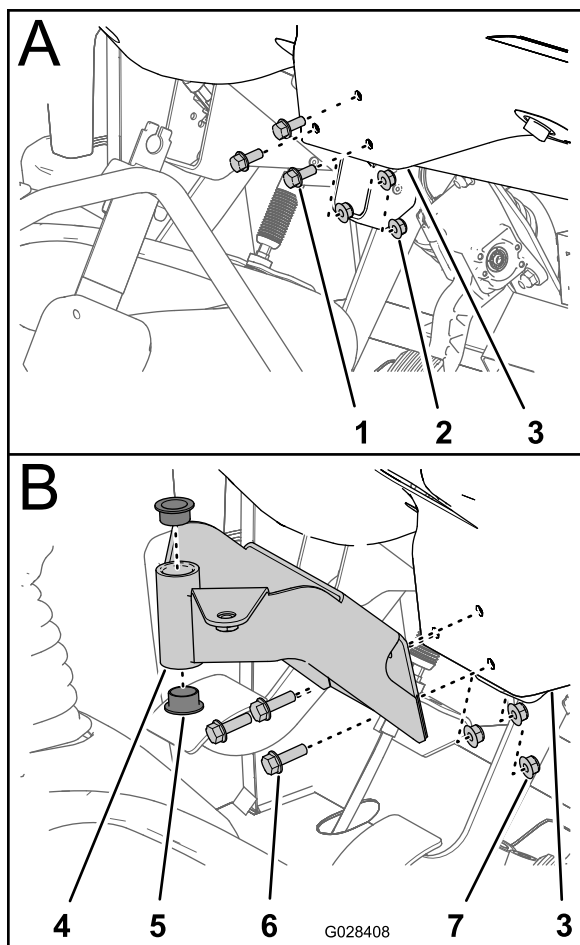

Bild 7
1. Entfernen Sie die drei Schrauben und drei Muttern, mit denen das Armaturenbrett unten in der Mitte an der Armaturenbrett-Stützhalterung befestigt ist (Bild 7).
2. Fluchten Sie die Löcher in der Befestigungshalterung für die Steuerkonsole mit den Löchern im Armaturenbrett und der Stützhalterung aus (Bild 7).
4. Ziehen Sie die Muttern und Schrauben bis auf (Bild 7) an.
5. Stecken Sie die zwei Kunststoffbüchsen in die Befestigungshalterung (Bild 7).